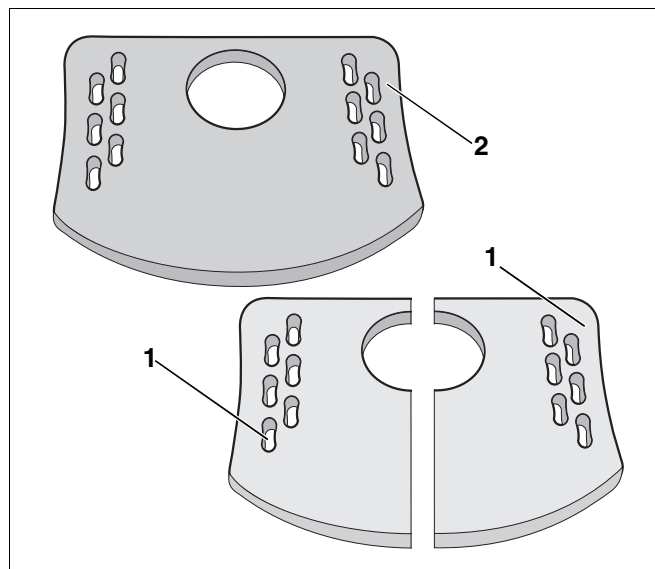

Abb. 13 Abdeckplatte(n) montieren (oben Naturstein Serpentino und unten Kacheln)
- Linke und rechte Kachelabdeckplatte (Abb. 13, **Pos. 1**) auf die Schrauben auflegen. In den Kachelabdeckplatten befinden sich entsprechende Vertiefungen.
Beachten Sie, dass die Ausführung in Naturstein Serpentino nur über eine Abdeckplatte verfügt (Abb. 13, **Pos. 2**). Montieren Sie zuerst die Naturstein-Abdeckplatte (Abb. 13, **Pos. 2**), bevor Sie den Anschluss an den Schornstein herstellen.
- Naturstein-Serpentino-Abdeckplatte (Abb. 13, **Pos. 2**) auf die Schrauben auflegen. In der Naturstein-Serpentino-Abdeckplatte befinden sich entsprechende Vertiefungen.